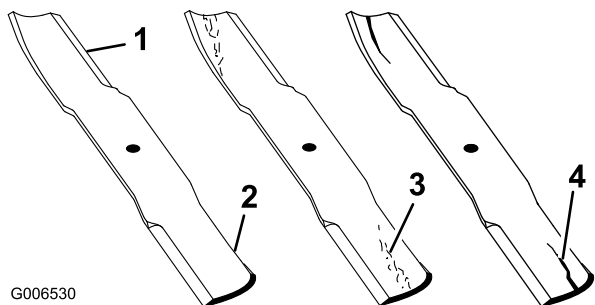

Figura 79
1. Inspeccione los filos de corte (Figura 79). Si los bordes no están afilados o tienen muescas, retire las cuchillas y afílelas. Consulte Afilado de las cuchillas.
2. Inspeccione las cuchillas, especialmente la parte curva (Figura 79). Si observa daños, desgaste o la formación de una ranura en esta zona (Figura 79), instale inmediatamente una cuchilla nueva.